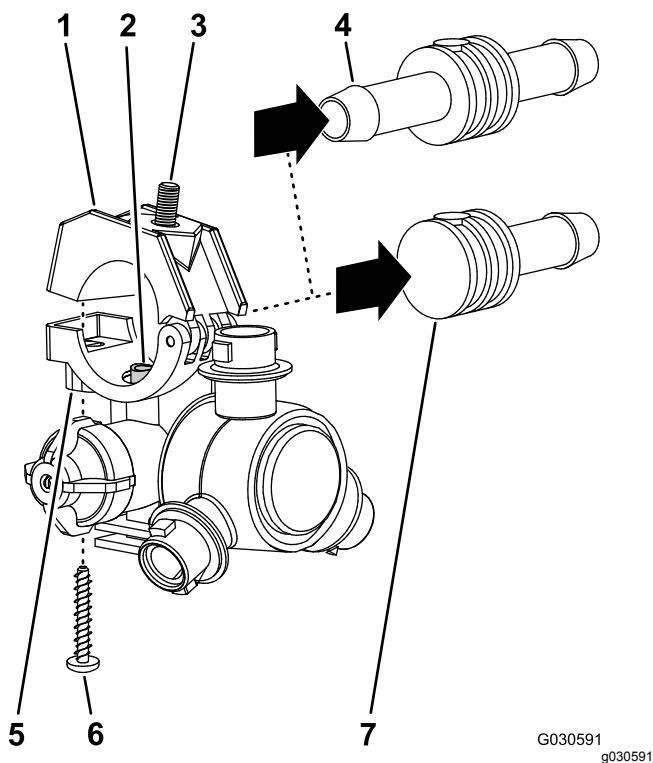

Figura 50
2. Retire o parafuso de aço inoxidável (N.º 12 x 1¼ pol.) que prende a metade do grampo superior e a haste do tubo roscado simples ou dupla (¾ pol.) ao corpo do bico do pulverizador e separe a haste do tubo roscado e o tubo do bico (Figura 50).